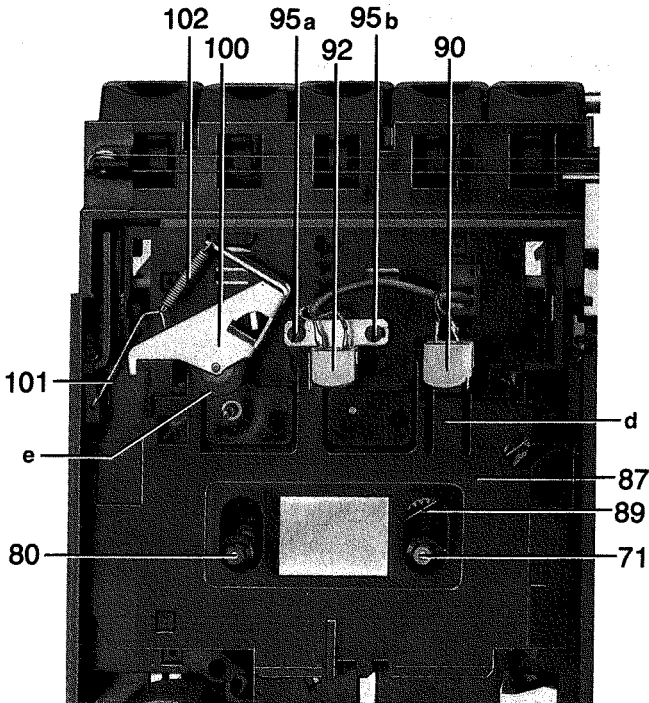

Bild 4
3. Kopf wechseln (Bild 4)
- Grundbremsung auf Kraftskala des rechten Bandwickeltellers ablesen. $(6-10) 10^{-4}$ Nm $\approx (6-10)$ pcm. Wird dieser Wert nicht erreicht, ist die Grundbremsfeder **89** (Bild 4) zu wechseln. Dazu den Kopfschlitten **87** ausbauen.
10. Andruckrollenhebel (Bild 4)